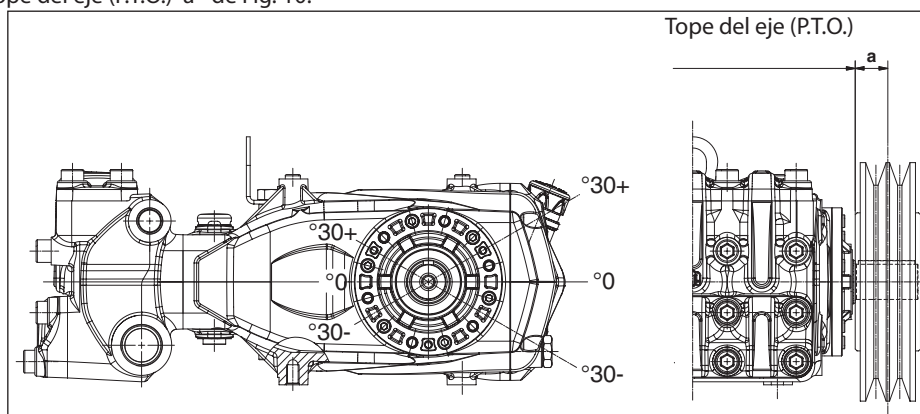

Fig. 10
La carga radial sobre el eje no debe ser superior a 4500 N (valor necesario para definir el Layout). La transmisión es considerada adecuada si tal carga es aplicada a una distancia máxima **a = 50 mm** del tope del eje (P.T.O) como se indica en la Fig. 10.
- b) Utilizar correas de alto rendimiento – por ejemplo **XPB** en lugar de **SPB** – ya que resultará necesario una cantidad inferior de correas en paridad de potencia transmitida y una consecuente distancia inferior de la resultante con respecto al tope del eje (P.T.O.) "a" de Fig. 10.
- e) Seguir la dirección del tiro de la correa como se indica en la Fig. 10 para exigencias diferentes ponerse en contacto con la **Oficina Técnica** o el **Servicio de Asistencia al Cliente**.